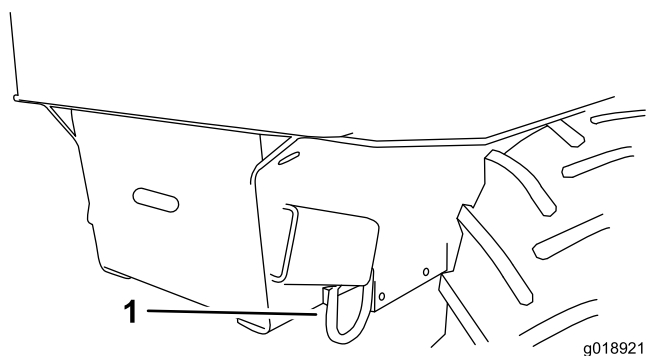

Figure 13
8. Fixez les anneaux d'arrimage avant de la machine à la remorque (Figure 13).